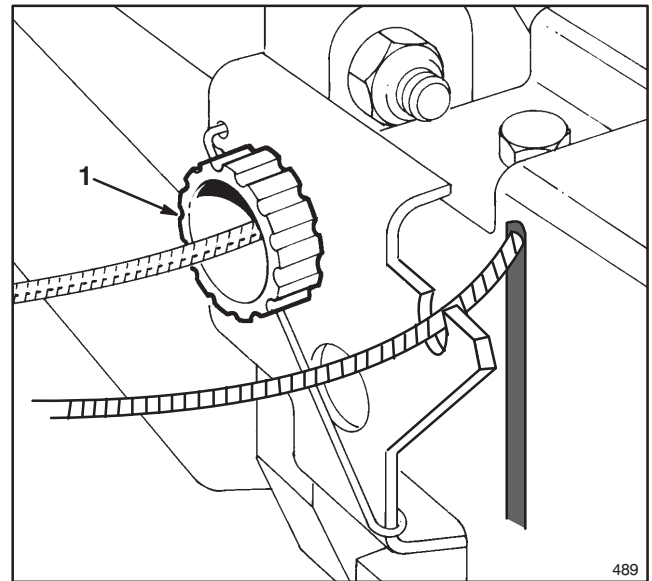

Abbildung 21
3. EINSTELLUNG (Abb. 21)—Einstellknopf 1/2 Umdrehung im Uhrzeigersinn drehen, wenn der Selbstantrieb des Motors nicht funktioniert. Wenn sich der Mäher mit Kriechgeschwindigkeit nach vorne bewegt, wenn der Antrieb nicht eingeschaltet ist, Knopf 1/2 Umdrehung entgegen dem Uhrzeigersinn drehen, um den Riemen zu lockern.